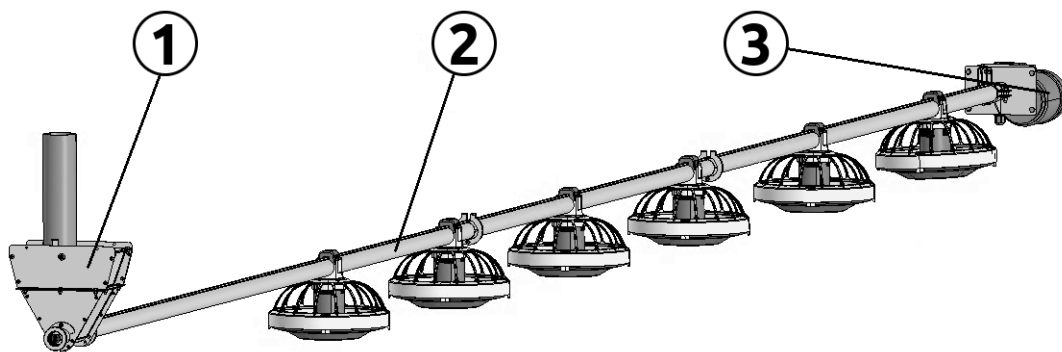

Рисунок 3.9
Транспортер состоит (рис. 3.9) из приемного бункера (1), шнека (2) и привода (3).